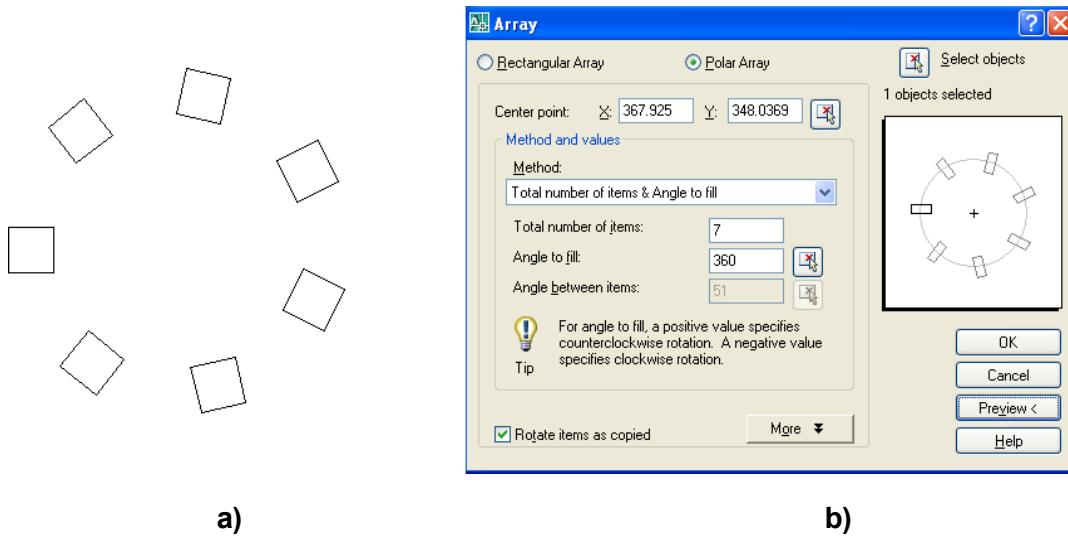

Figura 2.74. Ventana de configuración para obtener el *Array* polar del ejemplo (AutoCAD 2007).
Generar una matriz polar de 7 elementos cuadrados (10 x 10 unidades) a lo largo de una circunferencia de 60 unidades de diámetro (ver la figura 2.74).
- Seleccionar la opción polar y configurar el arreglo de acuerdo con las imágenes *a* y *b* de la figura 2.74.